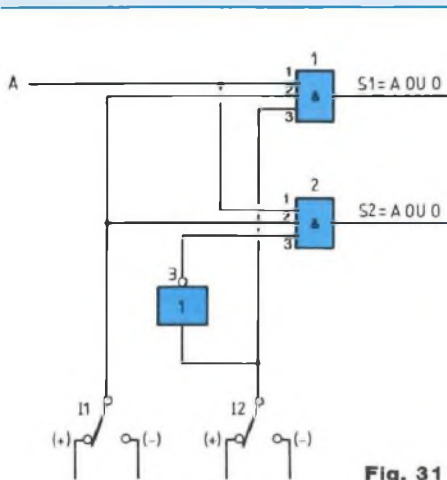

Fig. 31
Si vous le voulez bien, reportons-nous maintenant au schéma de montage que nous présente la figure 31 I Vous notez que nous mettons ici en œuvre deux portes ET à trois entrées, les portes (1) et (2), ainsi qu'une porte inverseuse, la porte (3). Le montage comporte deux inverseurs, I (1) et I (2).